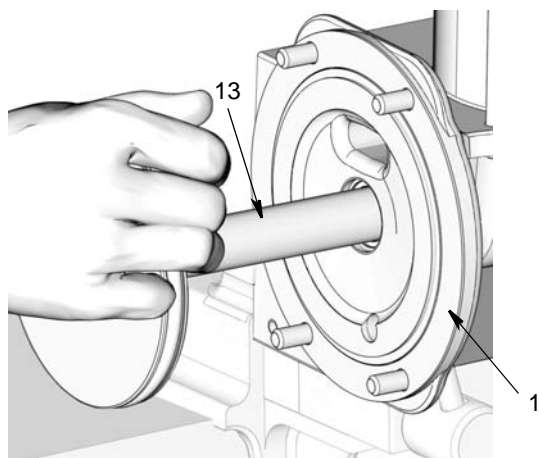

Рис. 51
- f. Нанесите тонкий слой консистентной смазки вокруг и по всей длине штока поршня (13). Осторожно втолкните шток поршня в основание насоса (1), используя движения толкания и проворачивания для проталкивания штока через ранее установленные уплотнения и распорные детали (Рис. 51).